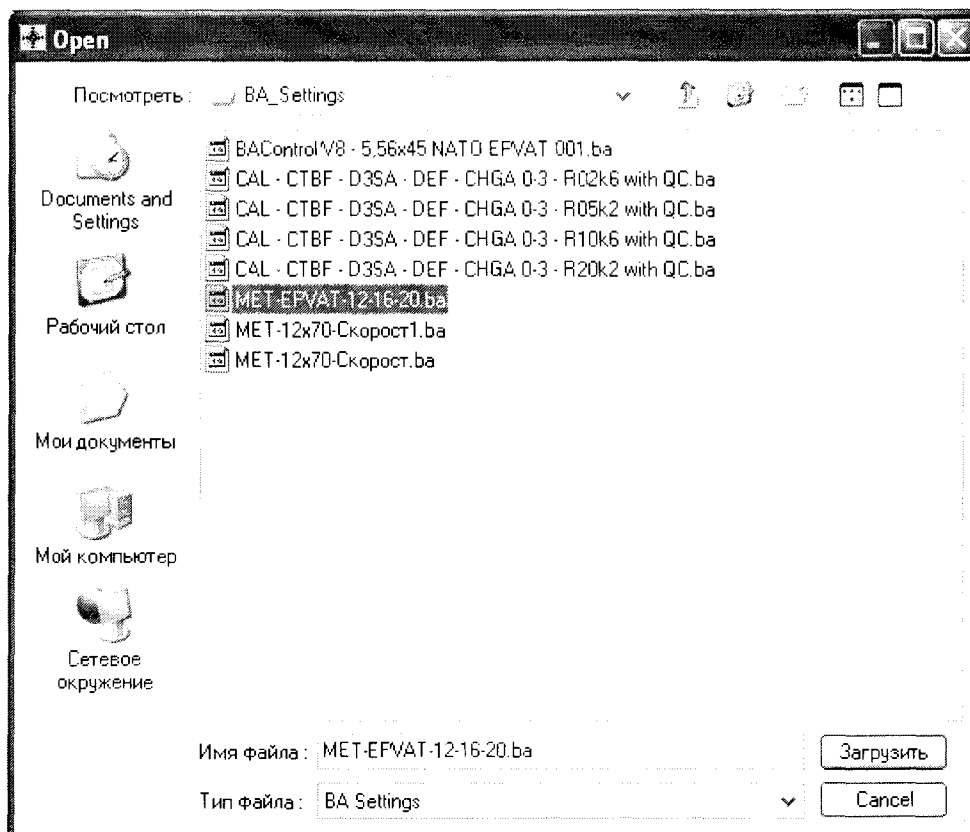

Рис.8 – Панель «Открыть»
7.3.5.14 Нажать кнопку «Открыть», вызывается панель «Open (Открыть)», смотри рисунок 8. Загрузить требуемую методику измерения. В этой панели выбрать файл „MET – EP-VAT-12-16-20.ba“. Нажатием кнопки «Загрузить» производится автоматическая настройка параметров измерения.